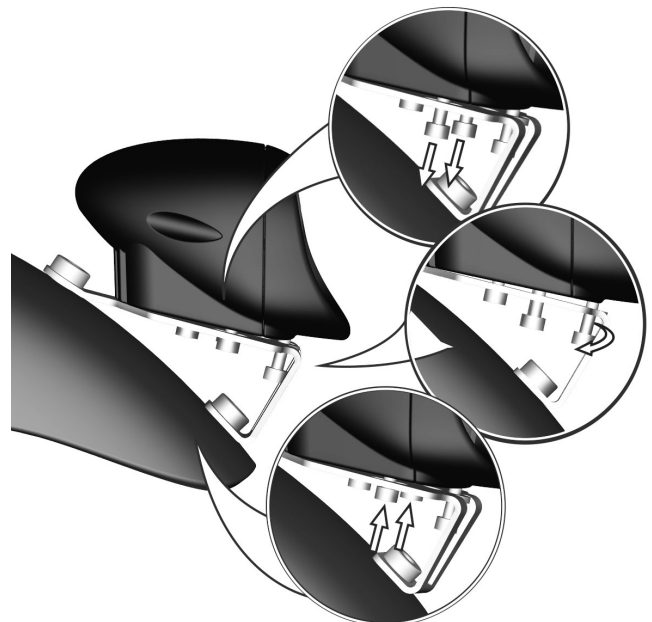

Abbildung 138. Einstellung der vorderen Beleuchtung
1. Die beiden Befestigungsschrauben vorn and der Beleuchtung lösen. Siehe Abbildung. 138.
2. Winkel der Beleuchtung einstellen, indem man die Einstellschraube im oder gegen den Uhrzeigersinn dreht. Siehe Abbildung. 138.
3. In gewünschtem Winkel durch Anziehen der beiden Schrauben fixieren. Siehe Abbildung. 138.